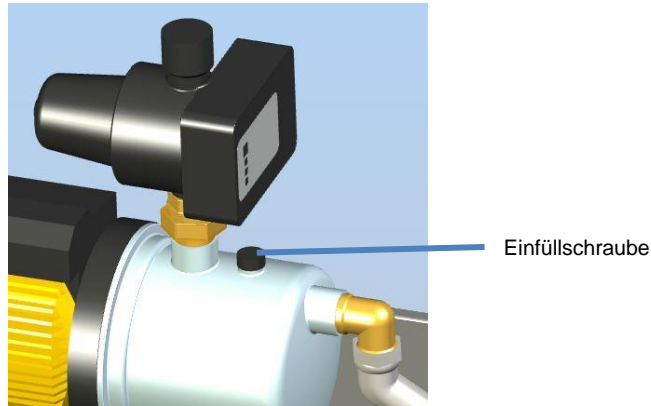

Abbildung 18: Befüllen der Pumpe
2. Pumpe mit Wasser befüllen, siehe hierzu Abbildung 18: